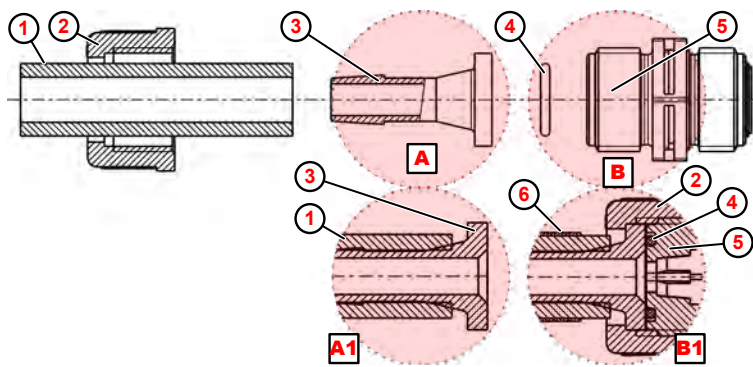

Abb. 9: Rohr- und Schlauchanschluss mit Aufstecknippel und Schlauchschelle
1. Schlauch (Abb. 9 , ①) gerade abschneiden.
2. Schlauchschelle ⑥ über Schlauch ① schieben
3. Überwurfmutter ② über Schlauch ① schieben.
4. Schlauch ① bis zum Anschlagbund auf Aufstecknippel ③ schieben (Detail Ⓐ1).
5. O-Ring ④ in Nut von Saug- bzw. Druckventil ⑤ legen.
6. Überwurfmutter ② festziehen.
7. Schlauchschelle ⑥ nach unten schieben und festziehen (Detail Ⓑ1).